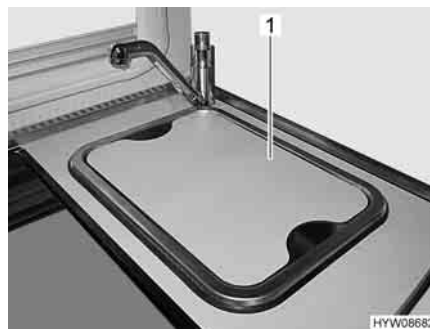

Fig. 14 Coperchio lavello cucina (alternativa)
- Rimuovere il coperchio lavello cucina (Fig. 14,1) e stivarlo in modo sicuro.